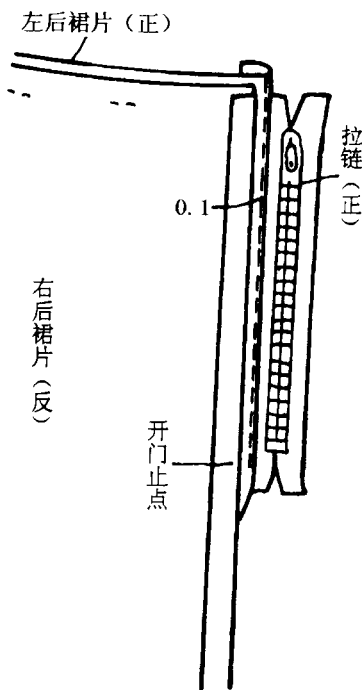

图2-7
7. 缉拉链。将拉链正面向上放在裙片下面,将左后裙片吐出的0.3cm缝份与拉链左半部车缝固定,车缝线距缝份折边0.1cm。见图2-7。